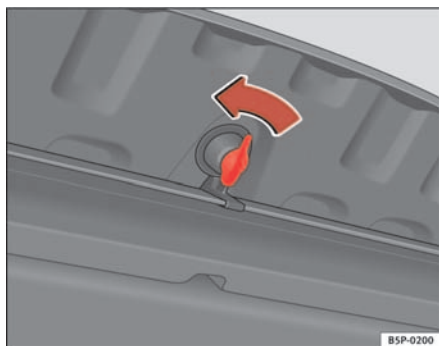

Abb. 118 Öffnen des Ablagefachs
⇒ Abb. 118. Zum Öffnen dieses Ablagefachs drehen Sie den Verschluss um 90°.
- Zum Öffnen dieses Ablagefachs drehen Sie den Verschluss um $90^\circ \Rightarrow$ Seite 147, Abb. 118.